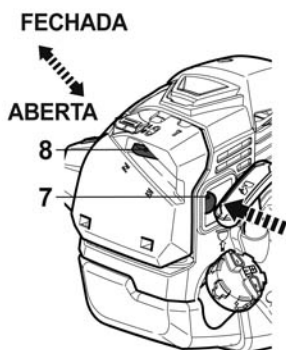

Fig. 21
- > Coloque o estrangulador [8] na posição **FECHADA**  e pressione a bomba de combustível [7] até o combustível estar visível (fig. 21).